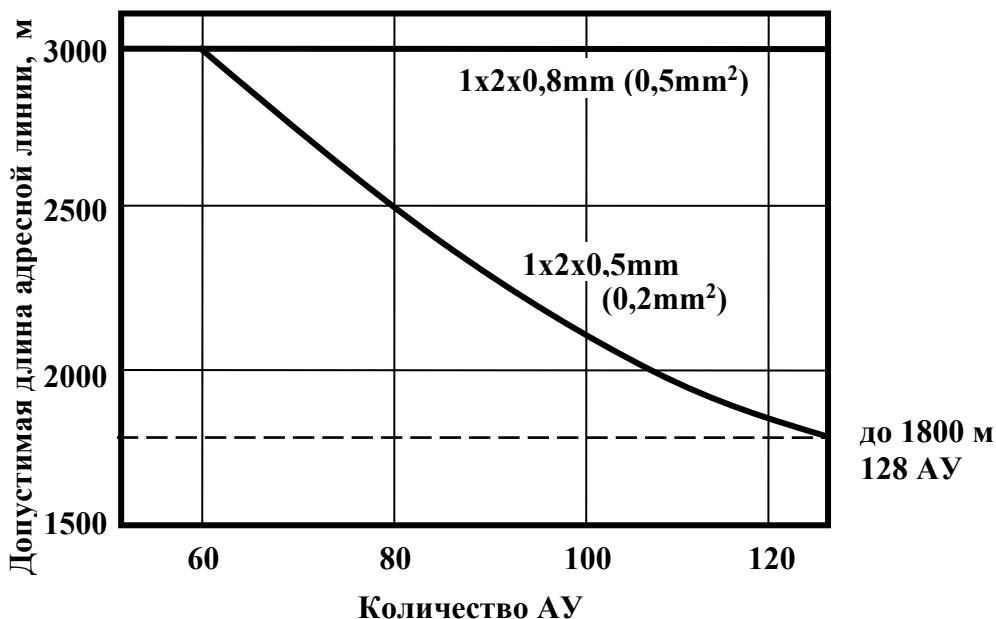

Рис.13. Допустимая длина адресной линии в зависимости от количества АУ (допустимая длина определяется как максимальное удаление АУ от любой из клемм прибора).
3.9.4. Напряжение в адресной линии не должно опускаться ниже 3,5В, поэтому при большом количестве АУ допустимая длина адресной линии снижается. При этом длина адресной линии от любой клеммы АПКП до максимально удаленного АУ не должна превышать значений, определяемых по рис.13.
При выполнении требований рис.13 любой обрыв адресной линии не приведет к потере связи с устройством, так как его удаление от любой из клемм прибора не превысит допустимого.
**4.1.7. Проложить адресную линию** кабелем UT 505нг(А)-FRLS FE 180 1x2x0,5mm (0,2мм2) или 1x2x0,8mm (0,5мм2), UT 505нг(А)-FRHF FE 180 1x2x0,5mm или аналогичными по оптимальному маршруту так, чтобы максимальное удаление адресных устройств от любой из клемм АПКП по длине адресной линии не превышало допустимого значения, которое в зависимости от количества АУ составляет от 2 до 3 тысяч метров (см. рис.13).